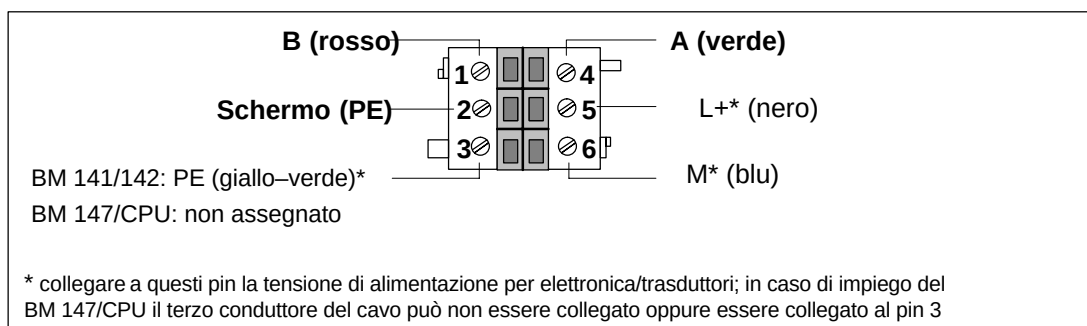

Figura 4-10 Assegnazione dei pin del connettore per il cablaggio di PROFIBUS DP e della tensione di alimentazione per elettronica/trasduttori
- un cavo a due fili, schermato per il collegamento di PROFIBUS DP (la calza di schermatura deve essere attorcigliata, innestata in un capocorda e collegata allo schermo, pin 2, vedere la figura 4-10)
Se si intende collegare in cascata PROFIBUS DP e/o la tensione di alimentazione per elettronica/trasduttori all'ET 200X successivo, cablare la seconda spina di collegamento. Questa spina di collegamento si cabla esattamente come la spina di collegamento per il primo ET 200X (vedere la figura 4-10).